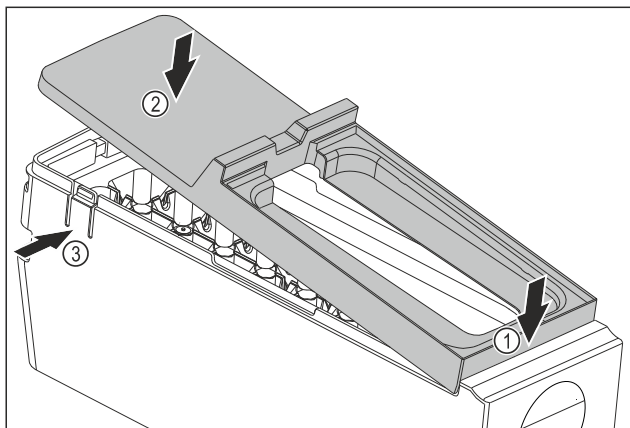

Fig. 146
- ▶ Monter le couvercle du corps de l'EasyTwist-Ice : Placer le couvercle à l'avant. Fig. 146 (1)
- ▶ Abaisser le couvercle à l'arrière. Fig. 146 (2)
- ▶ L'enclenchement du couvercle dans les deux languettes Fig. 146 (3) se fait entendre.